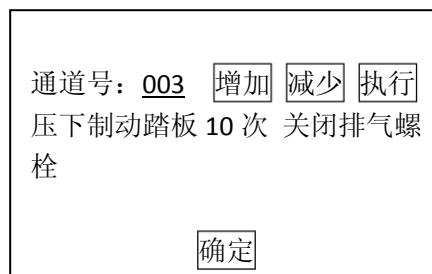

图 3-4
9) 放松右前和左前排气螺柱后, 点击【增加】, 再按【执行】。出现提示“压下制动踏板 10 次 关闭排气螺栓” 按提示进行操作。如图 3-4;